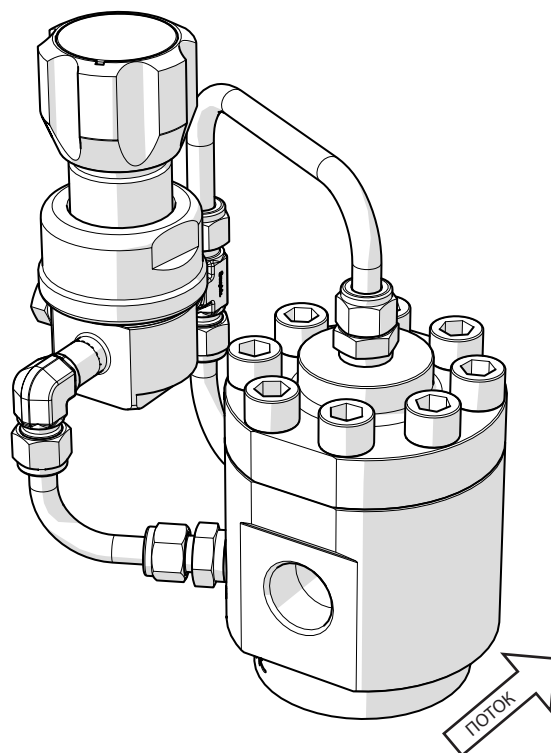
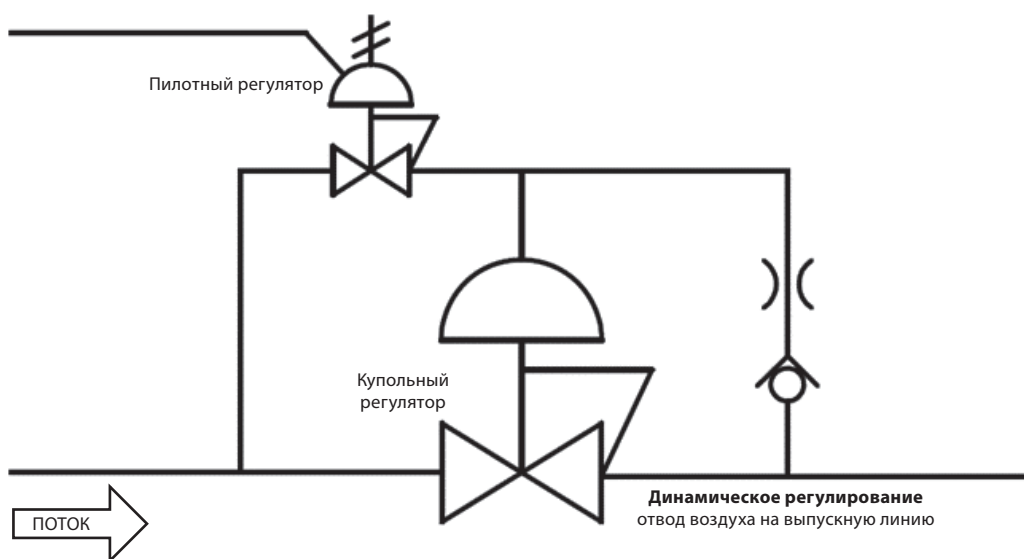
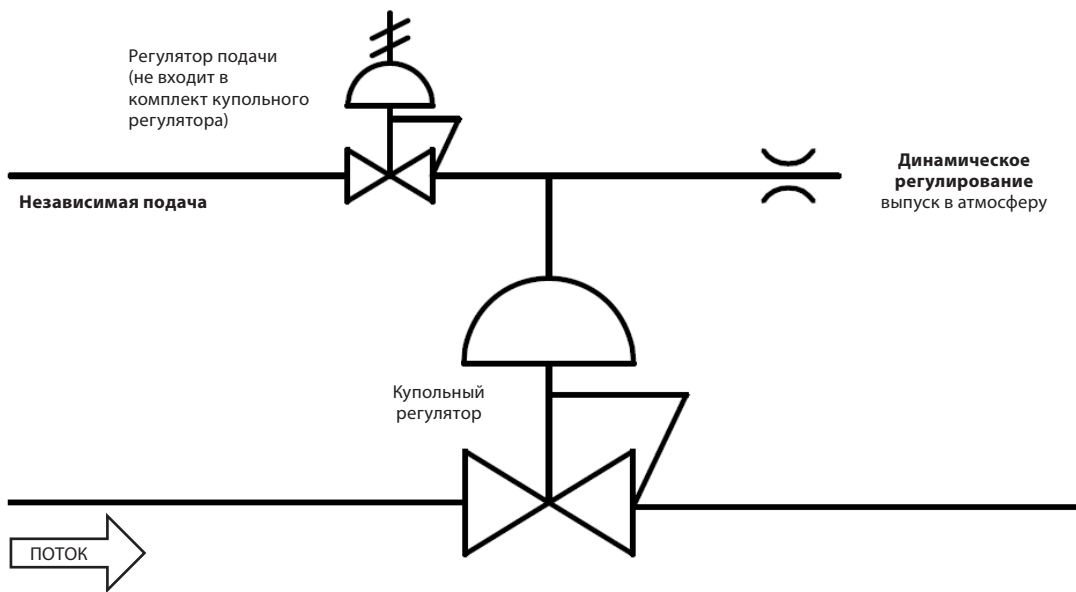

Рис. 1
Рис. 2
Рис. 5
- **Управление интегральным пилотным устройством.** В этом варианте купольный регулятор поставляется в комплекте с пилотным (Рис. 1). Пилотный регулятор, с «питанием» от системного давления, управляется вручную для контроля давления в куполе (Рис. 2). Данная конфигурация не годится для жидких сред.
- **Внешнее управление куполом.** В этом варианте давление в куполе приходит от независимого источника, например, баллона или общей магистрали (Рис. 5). Данная конфигурация поставляется для жидких сред.
Наилучшие характеристики достигаются, если через пилотный регулятор постоянно идет небольшой поток рабочей среды. Этот поток можно увести через отверстие (Рис. 5), либо, в газовых системах, вернуть через диафрагму в трубопровод после регулятора (Рис. 2). Это явление известно как «динамическое регулирование». Если динамическое регулирование нежелательно, потребуется пилотный регулятор с выпуском без отвода. Такая ситуация приведет к тому, что при снижении заданного давления регулятора рабочая среда системы будет выпускаться в атмосферу.